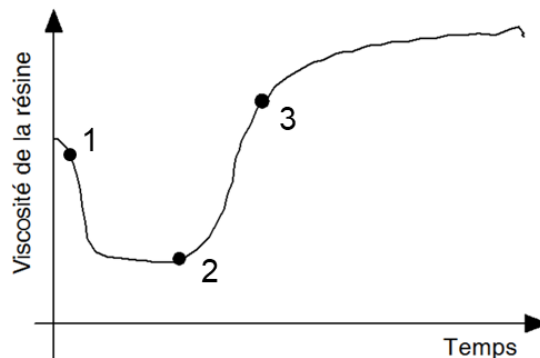

Figure 8- Evolution de la viscosité d'une résine thermodurcissable en fonction du temps.
- Le diagramme ci-dessous (figure 8) donne l'allure générale de la viscosité d'une résine thermodurcissable pendant sa réticulation (pré-imprégné). Que se passe-t-il aux points 1, 2 et 3 ?